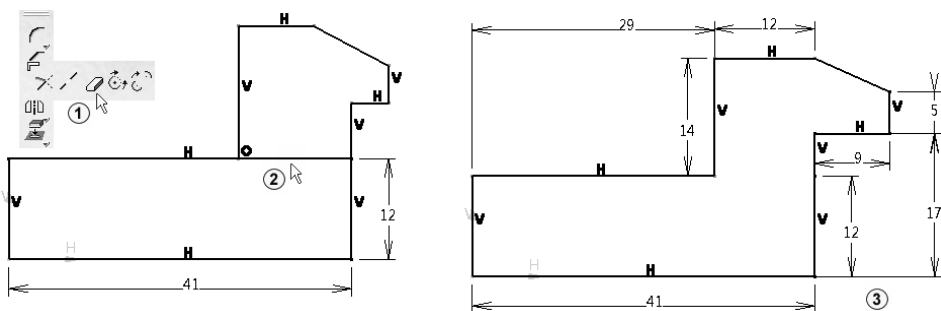

图 2-15 标注尺寸
单击“快速修剪”按钮，如图 2-15 中①所示。移动鼠标到不需要的线上单击（如图 2-15 中②所示），将其剪掉。单击“约束”按钮，标注尺寸（注意请一定要先标注小尺寸，可避免图形变形得太大），结果如图 2-15 中③所示。